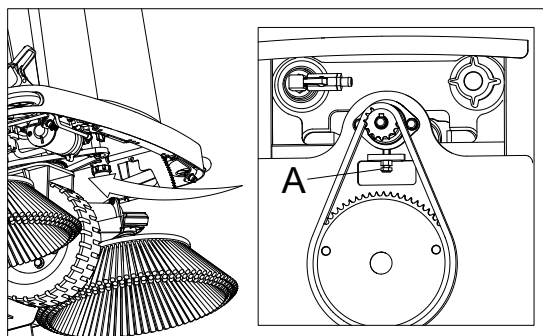

Figure 40
4. Lorsque la roue avant est desserrée, ajustez la vis de réglage de la chaîne de la roue (A, figure 40) à l'avant de la machine afin de vous assurer que la chaîne de la roue est correctement serrée.